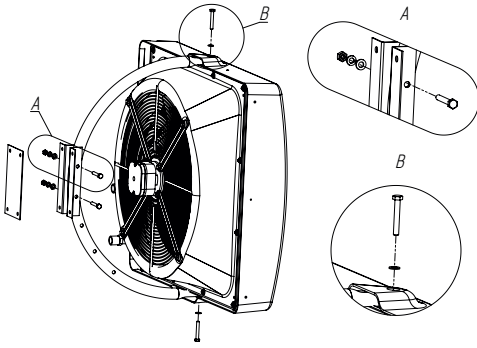

Рис. 10
- ## 7.10 Монтаж с кронштейном. Кронштейн доступен как опция. В комплект с кронштейном входят: болт M8\*55 (2 шт.), болт M8\*30 (2 шт.), шайба (4 шт.), гровер (2 шт.). Для сборки кронштейна необходимо вставить и затянуть два болта M8\*55, две шайбы, два гровера в отверстия кронштейна как показано на виде А. Затем вставить болт M8\*30 и шайбу через отверстие в корпусе и кронштейне (вид Б) и затянуть. Повторите данную операцию для крепления кронштейна снизу (рисунок 10).